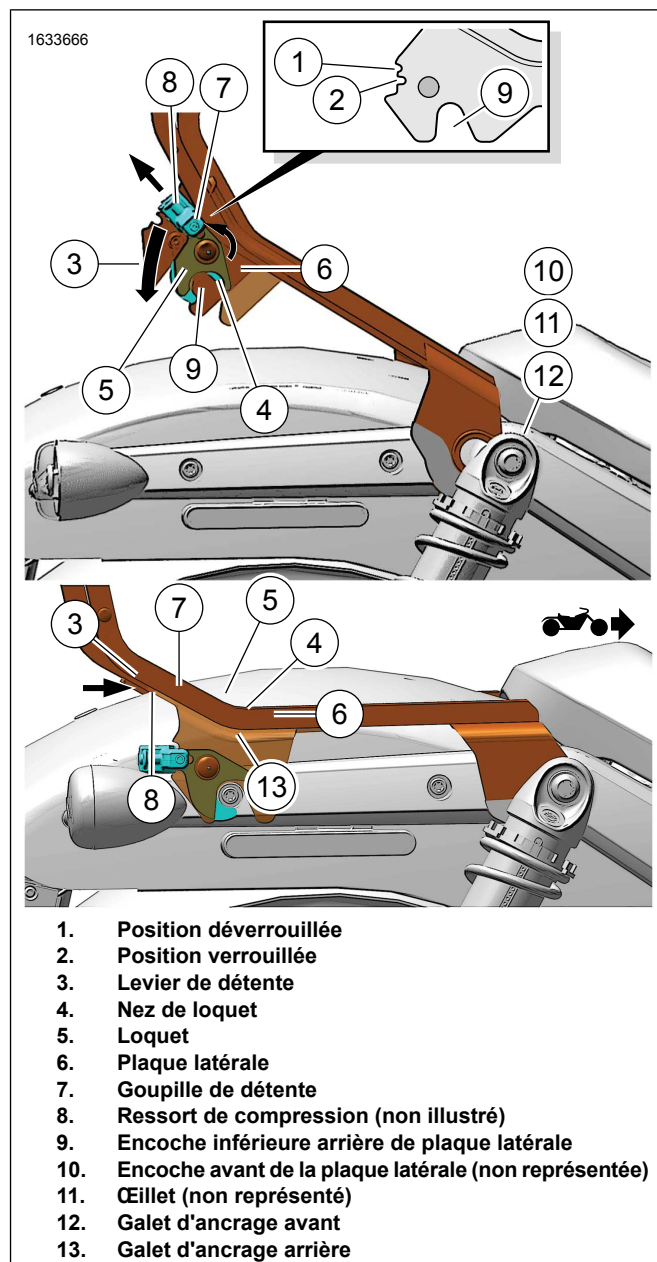

Figure 2. Dépose/installation du dossieret amovible
- Figure 2 Tirer les deux leviers de détente (3) vers l'arrière à partir de la position verrouillée (2), contre le ressort de compression (8).
- Lorsque les leviers tournent vers le haut, les becs du loquet (4) sont poussés contre les points de fixation (Figure 2, point 13).
- Cela soulève l'arrière des plaques latérales du dossier (6) en dehors des points d'ancrage.
- Les ressorts (8) ramènent chaque levier en position déverrouillée (1).
- Retirer les plaques latérales du dossier des points d'ancrage avant des amortisseurs. Ne pas dépasser l'angle représenté à Figure 2 .
- Figure 2 Tirez les deux leviers de détente (3) vers l'arrière contre le ressort de compression (8 non visible).
- Faire pivoter les leviers vers le haut afin que chaque bec de loquet (4) soit positionné à l'intérieur de l'encoche arrière inférieure (9) de la plaque latérale (6).
- Chaque goupille d'arrêt (7) est maintenant située dans l'encoche supérieure (position déverrouillée).
- Le ressort de compression (8) à l'intérieur du levier de détente maintient le loquet (5) en position déverrouillée.
- Pousser les encoches avant des plaques latérales (10), avec les œillets (11) en place, fermement et uniformément dans les points d'ancrage des amortisseurs **avant** (12).
3. Pivoter l'arrière des plaques latérales du dossieret (6) vers le bas vers les points d'ancrage **arrière** (13).
- a. Lorsque les plaques latérales (6) se déplacent vers le bas, les loquets entrent en contact avec la surface en plastique des points d'ancrage arrière.
4. Lorsque les points d'ancrage entrent en contact avec les loquets, chaque bec de loquet (4) est poussé vers le haut.
- a. Cela provoque le déplacement de la goupille (7) vers le bas à la position la plus basse (2 verrouillée) sur la plaque latérale.
- b. Les ressorts (8) verrouillent chaque loquet fermement en place sur les points d'ancrage arrière.